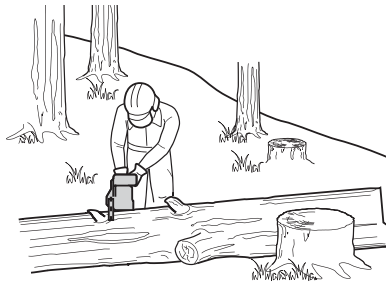

Fig.33
- > Lorsque vous débitez un tronc sur un terrain en pente, placez-vous toujours en amont du tronc (Fig.33). Lorsque vous coupez toute la largeur d'un tronc en une seule fois, relâchez la pression à la fin de la coupe, mais sans desserrer les poignées, afin de garder le contrôle de l'appareil pendant toute l'opération. Faites attention à ce que la scie ne touche jamais le sol. À la fin de la coupe, attendez l'arrêt complet de la chaîne avant de bouger l'appareil. Coupez toujours le moteur avant de passer d'un arbre à un autre.